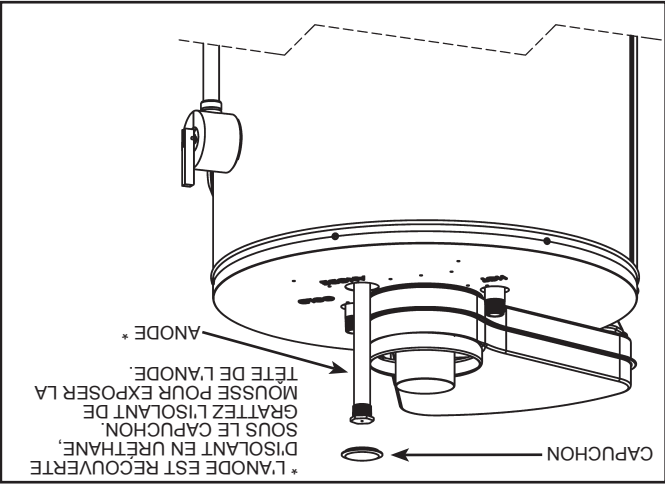

Figure 41
2. Insérez l'anode dans son raccord, au haut du réservoir (voir Figure 41) et vissez-le à la main, dans le sens horaire. À l'aide d'une clé à douille de 1-1/16 po, vissez fermement l'anode dans son raccord.
De l'eau adoucie artificiellement est très corrosive parce que ce processus substitue les ions sodium par des ions calcium et magnésium. L'utilisation d'un adoucisseur d'eau peut réduire la durée de vie du réservoir du chauffe-eau. L'anode originale (voir Figure 41) doit être inspectée au
5. Fermez le robinet de vidange et dévissez le boyau. Retirez le capuchon qui recouvre l'anode, sur le dessus du chauffe-eau, et retirez une petite quantité d'isolant afin de dégager la tête de l'anode (voir Figure 41). Conservez le capuchon et l'isolant.
6. Retirez l'anode en la dévissant dans le sens antihoraire à l'aide d'une clé à douille de 1-1/16 po (voir Figure 41).